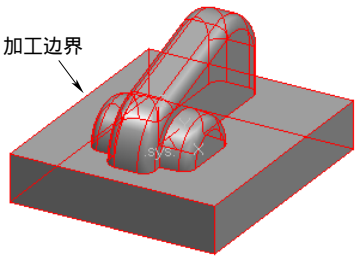

图 8-179 拾取的加工对象和边界
9) 完成加工参数设置后，单击“ 确定 ”按钮，系统在界面的左下方提示“ 拾取加工对象 ”，直接拾取所有实体，并选择如图 8-179 所示的边线作为边界，单击鼠标右键结束拾取。